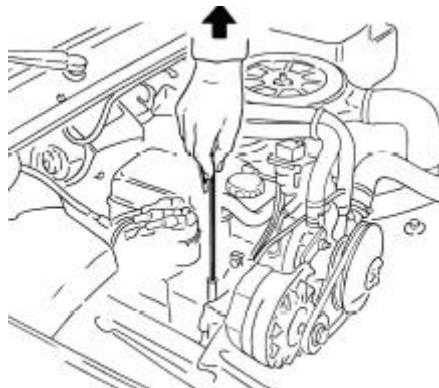

FIG. 1
- Najlepiej jest spuścić gorący olej. Całkowita pojemność ssania maszyny wynosi 2/3 jej objętości (około 53 litrów). Jeśli silnik jest nadal rozgrzany, wymienić prętowy wskaźnik poziomu oleju silnikowego na odpowiedni przewód ssawny (o największej średnicy) i wsunąć go tak nisko, jak to możliwe. (Rysunek 1).